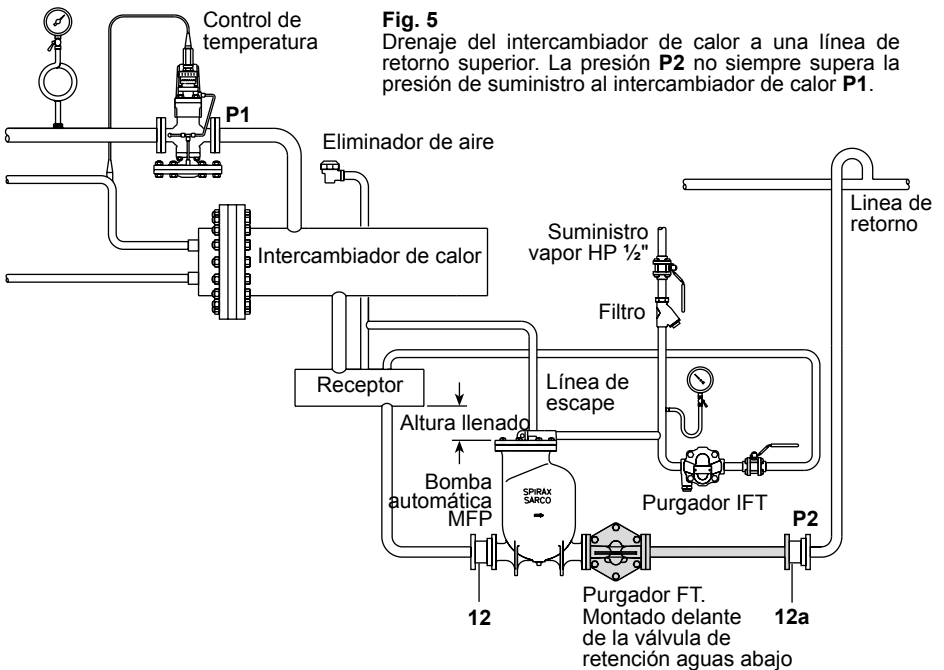

Fig. 5
6. Si en cualquier momento la contrapresión en la bomba es menor que la presión en el equipo que se está drenando, debe instalarse un purgador de boya de tamaño adecuado entre la bomba y la válvula de retención de descarga, como se muestra en la Fig 5.